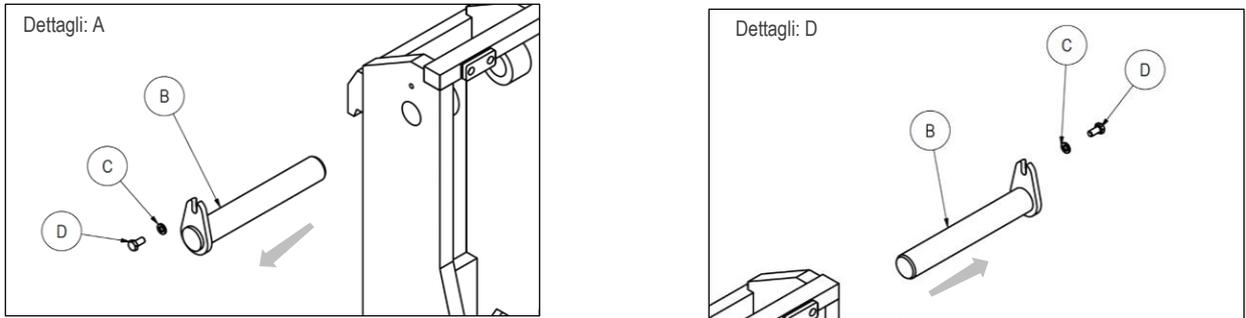

Figura 3
4. Con l'apposita chiave, svitare la vite "D" e sfilare il perno "B" come indicato nel dettaglio A e D Figura 3. Nel dettaglio è indicato il perno di fissaggio cilindro superiore alla struttura fissa;